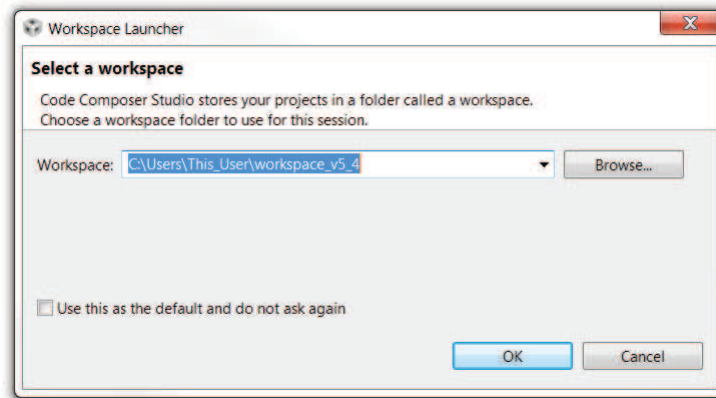

図 22. ワークスペースの選択
- Step 2. ワークスペースの場所と名前を選択します。場所と名前の形式はユーザーが好みに応じて変更できます(図 22を参照)。